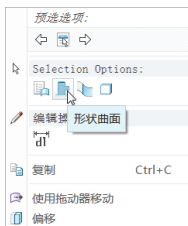
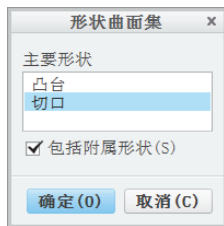

图 8-5 选择“形状曲面”命令
图 8-6 “形状曲面集”对话框
2) 右击并从弹出的快捷菜单中选择“形状曲面”命令（），如图 8-5 所示。当可以选择多个形状或者可以选择附属形状时，系统弹出图 8-6 所示的“形状曲面集”对话框。